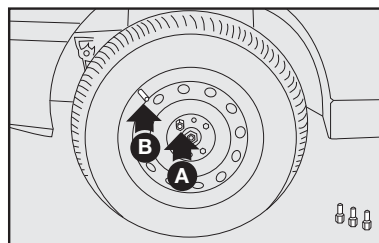

fig. 13
7) Atarraxar apenas um dos parafusos **A**—**fig. 13**, em correspondência com a válvula de enchimento **B**.